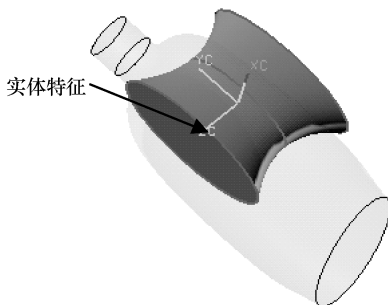

图 5-69 创建的实体特征
- 18 保留对话框中其余选项的默认设置，单击对话框中【确定】按钮，完成实体特征的创建，如图 5-69 所示。